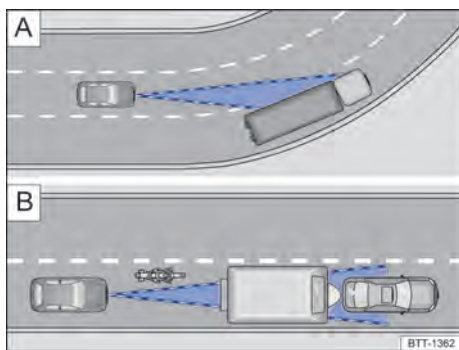

Fig. 101 [A] Conducción en curva. [B] Vehículos fuera del área de alcance del sensor de radar
El sensor de radar frontal siempre realiza las mediciones en dirección recta. Por lo tanto, los vehículos en curvas cerradas pueden detectarse accidentalmente o los vehículos que se encuentran adelante pueden no detectarse → fig. 101 [A].
- Vehículos que conducen fuera del área del sensor a poca distancia del propio vehículo, por ejemplo, motocicletas → fig. 101 B].